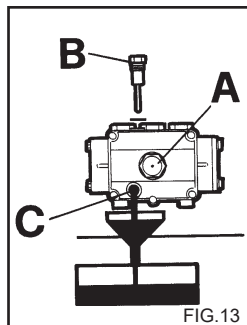

FIG.13
Controllare periodicamente il livello dell'olio della pompa alta pressione tramite la spia (fig. 13A) o l'asta di controllo livello (fig. 13 B).
- 2) Svitare il tappo con l'asta di controllo livello (fig. 13).